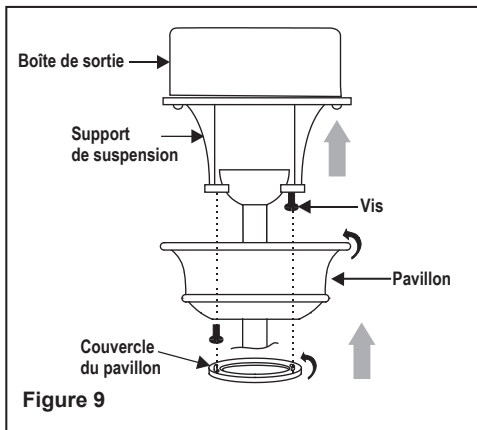

Figure 9
**Étape 2.** Remontez le pavillon par-dessus le support de fixation et placez le trou de serrure dans le pavillon par-dessus la vis du support de fixation, puis tournez le pavillon jusqu'à ce qu'il s'insère en place dans la section étroite des trous de serrure. (Fig. 9)